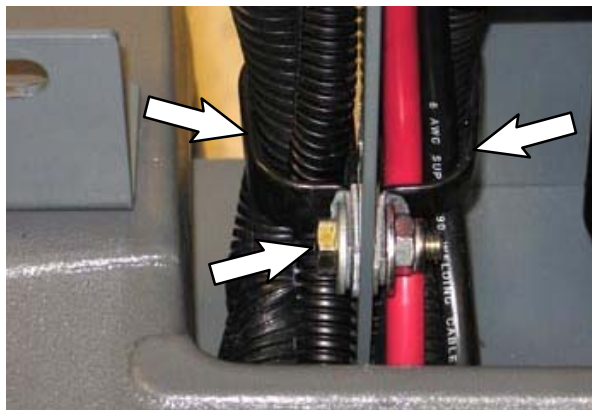

ABB. 22
24. Entfernen Sie die Kleinteile aus den beiden unteren Kabelklemmen am Lenkkanal. Lassen Sie die Kabelklemmen lose am Kabelbaum hängen. (Abb. 22)
HINWEIS: Entfernen Sie ggf. die obere Kabelklemme oberhalb der Klemmen in Abb.22, um den Hauptkabelbaum vom Lenkkanal zu lösen.